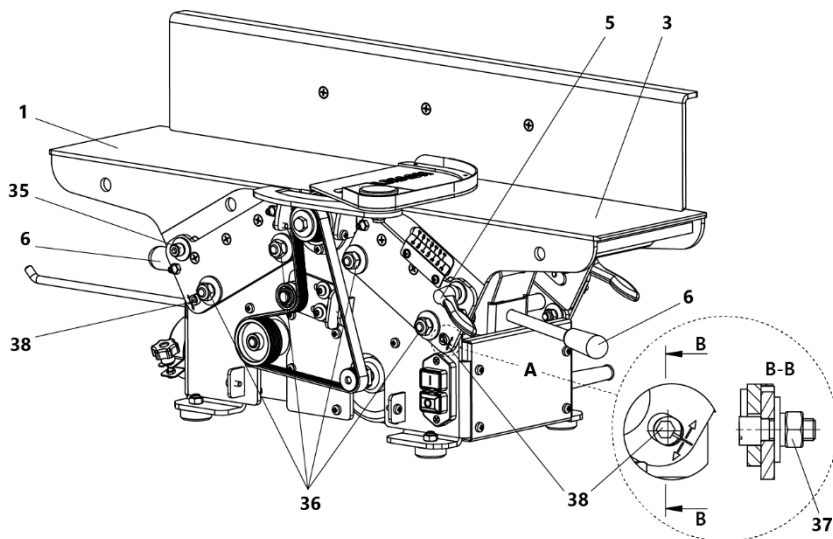

Рисунок 14 Регулировка фуговальных столов
- ослабить фиксацию ручек 5 с двух сторон, поднять загрузочный стол 3 в крайнее верхнее положение с помощью ручки 6 и зафиксировать его (рис. 14);
- зафиксировать винты 35 (рис. 14).